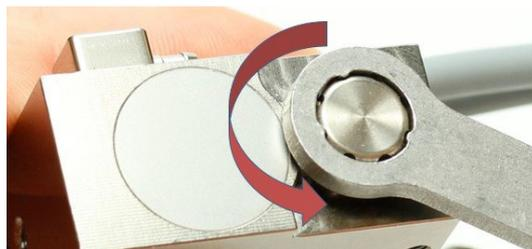

Abb. 38: Adjustschraube aufschrauben
- Schrauben Sie die Adjustschraube komplett auf (siehe Abb. 38; Drehmoment beim Rausschrauben ca. 50 – 60 cN.m).